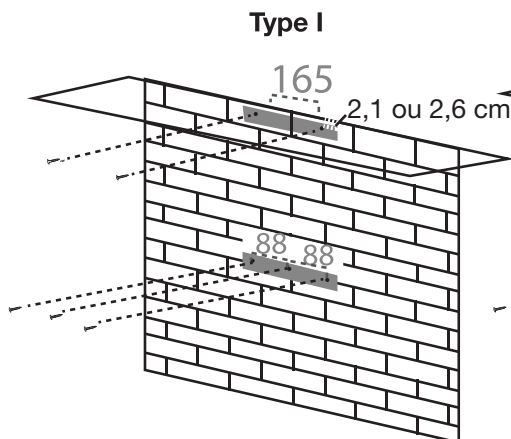

Figure 1-1
- La hotte sera fixée à ce support (voir figure 1-1, 1-2 ou 1-3).